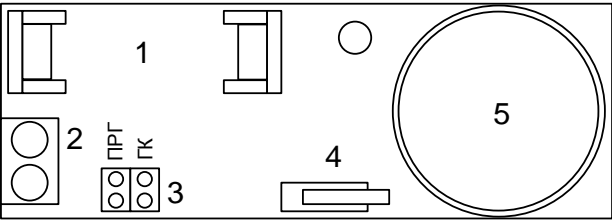

Рисунок 4
3.7. Органы управления, используемые при конфигурировании извещателя, а также клеммы подключения внешней контрольной цепи, расположены на лицевой стороне печатной платы устройства (см. **Рисунок 4**).